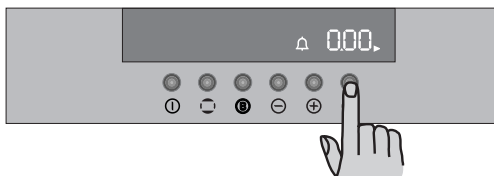

Рис. 8
- 1) Нажмите клавишу , чтобы выбрать функцию таймера (Рис. 8). Начнет мигать соответствующий символ , а на панели управления появится величина “0.00”.